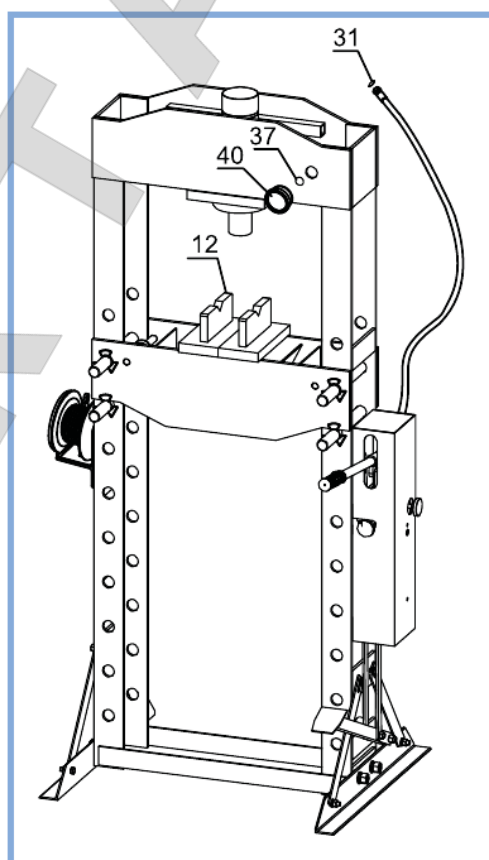

Рис. 5
6. Закрепите шланг к переходнику при помощи уплотнительного кольца О-типа (31). После этого закрепите манометр (40) при помощи уплотнительного кольца О-типа (37). Установите подвижные губки (12) на рабочий стол. Руководствуйтесь рис. 5: